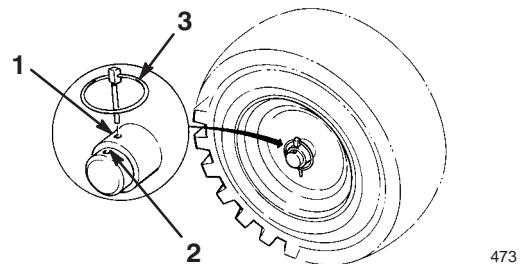

Bild 5
- Schieben Sie die Räder nach innen und bringen Sie die Achszapfen durch die Bohrungen in der Radnabe sowie durch die *innere* Bohrung der Achse an (Bild 5).